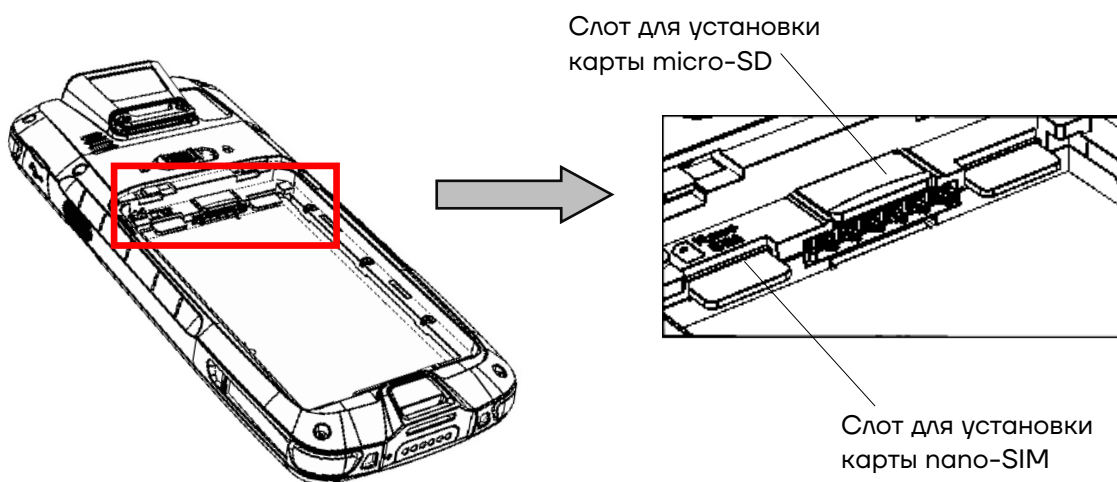

Рисунок 8. Расположение слотов для карт nano-SIM и micro-SD
- 1** Открыть крышку отсека для АКБ и извлечь АКБ – выполнить пункты 1-5 раздела «Замена аккумулятора». Получить доступ к слотам для карты памяти micro-SD и nano-SIM, которые расположены на дне отсека для АКБ (см. рисунок 8).